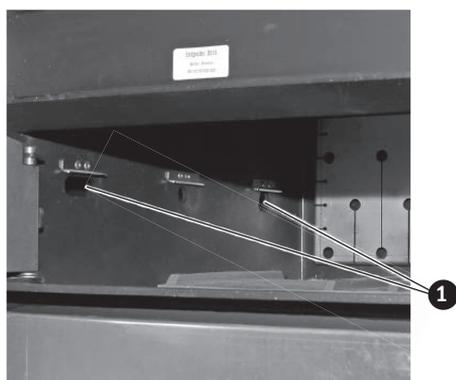

Fig. 64 Décrocher les tôles suspendues ; contrôler les ouvertures d'air primaire.
- ▶ Décrocher les tôles suspendues des deux côtés du foyer et contrôler, ou dégager le cas échéant, les ouvertures d'air primaire placées sous ces dernières – Fig. 64.